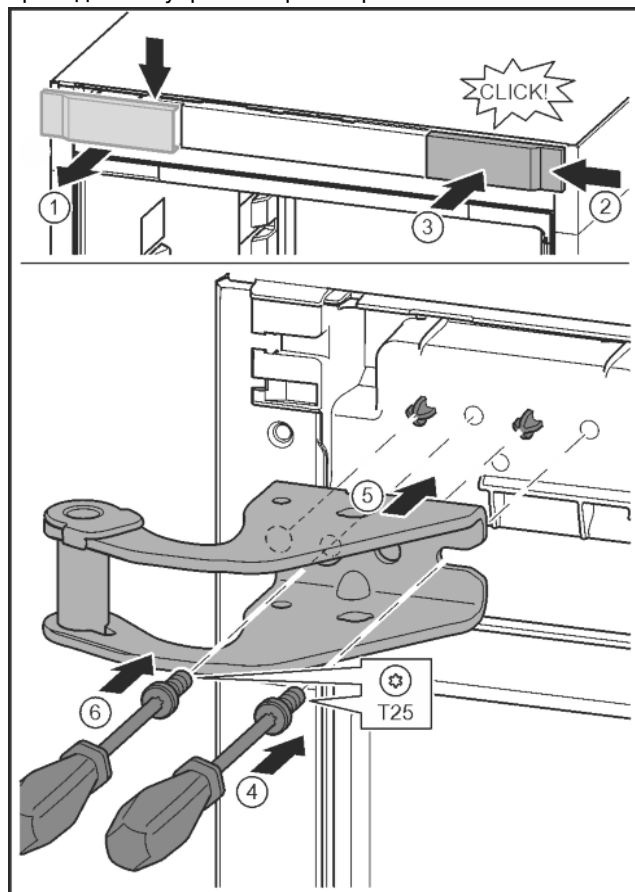

Fig. 12
- ▶ Крышку отсоединить с помощью отвертки и убрать в сторону. Fig. 12 (1)
- ▶ Навесить крышку, повернув ее на 180°, справа с другой стороны. Fig. 12 (2)
- ▶ Крышку зафиксировать. Fig. 12 (3)
- ▶ Установить винт отверткой T25. Fig. 12 (4)
- ▶ Установить верхний опорный кронштейн. Fig. 12 (5)
- ▶ Затянуть винт. Fig. 12 (4)
- ▶ Вставить и затянуть винт отверткой T25. Fig. 12 (6)